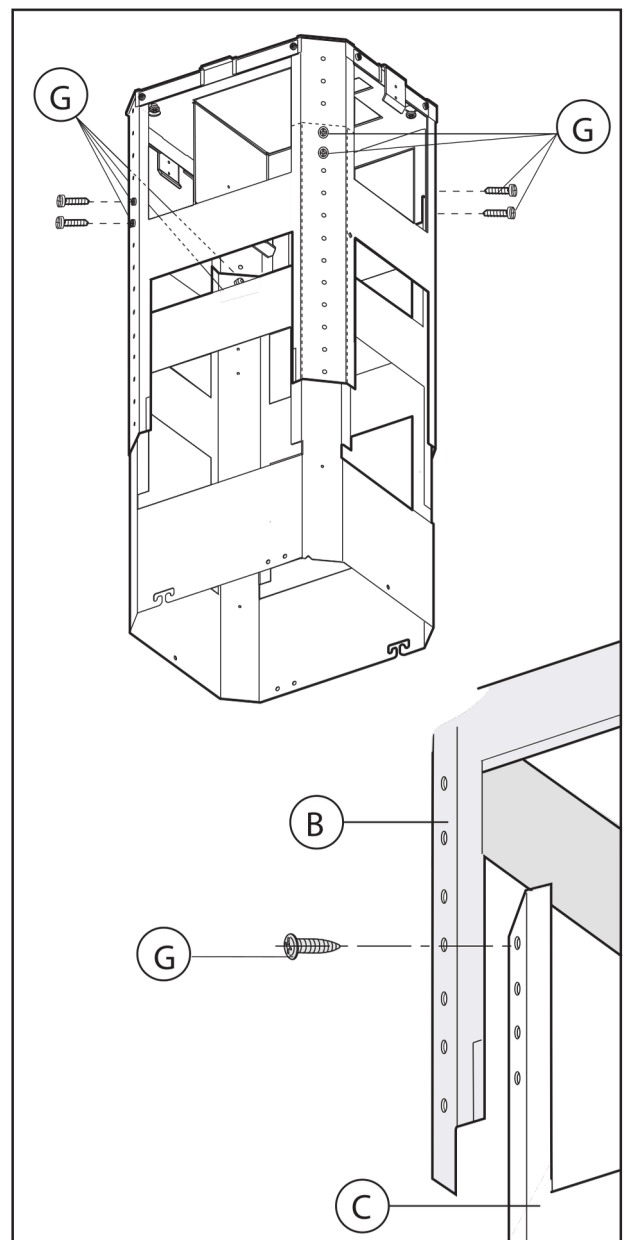

Fig.6
6. Vrid åt de 8 bifogade skruvarna **G** (Fig.6).